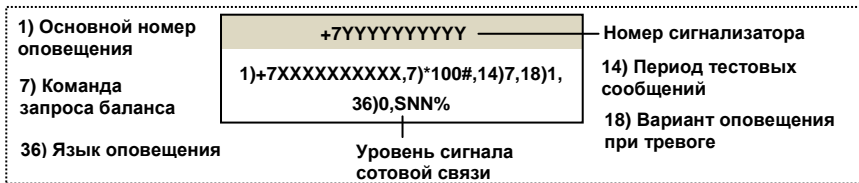

Рис.7 Пример SMS с настройками
При переходе в режим «Программирования» сигнализатор отправляет SMS с настройками (рис.7) на основной номер оповещения (если основной номер оповещения был ранее записан в память сигнализатора).
5.2 При наличии входящих звонков/SMS сигнализатор, после приёма последнего, через одну минуту отправляет на основной номер оповещения SMS с изменёнными настройками (рис.7), SMS с балансом и переходит в режим «Охраны».
3.2 При наличии входящих звонков/SMS сигнализатор, после приёма последнего, через одну минуту отправляет на основной номер оповещения SMS с изменёнными настройками (рис.7), SMS с балансом и переходит в режим «Охраны».
4. По окончании одной минуты после последнего звонка, сигнализатор отправит SMS с настройками (рис.7) и SMS с балансом на основной номер оповещения и перейдет в режим «Охраны».
- положив сигнализатор непосредственно в выбранном месте (или удерживая его, если планируется крепление на вертикальную поверхность), включите питание, закройте крышку (у варианта 1) и дождитесь SMS с настройками и уровнем сигнала сотовой связи (рис.7);